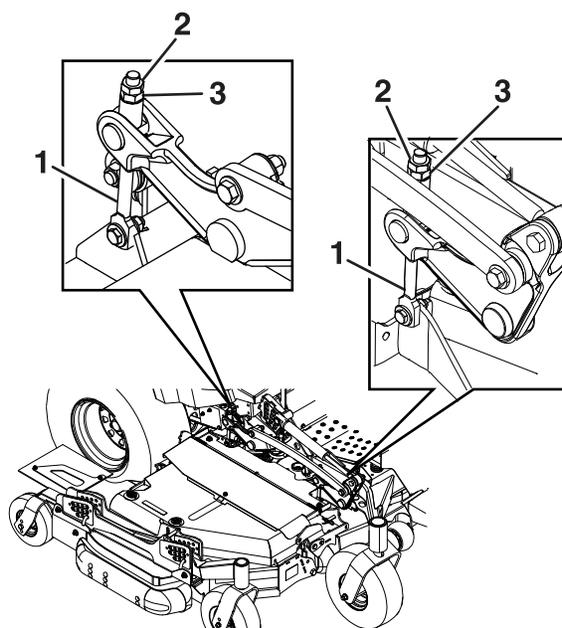

Figura 80
Aflore las contratuercas de la parte superior de cada pletina de ajuste de la carcasa. Gire la tuerca de ajuste del conjunto de elevación de la carcasa delantera para obtener la altura correcta para las puntas delanteras de las cuchillas izquierda y derecha de la carcasa central (Figura 80).
5. Si los 4 mecanismos de ajuste de la carcasa (Figura 80) no tienen holgura suficiente para lograr la altura de corte precisa con la inclinación necesaria, puede utilizarse el sistema de ajuste de un solo punto.